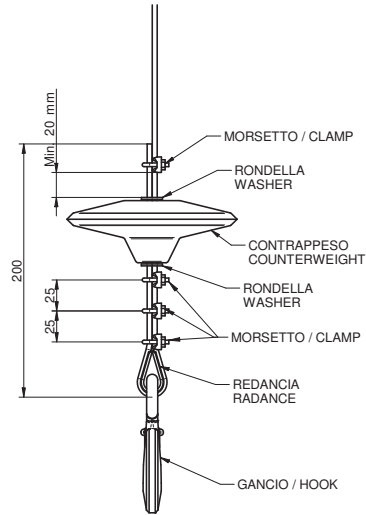

Fig. 4.7
6.2) Fig.4.7 Avec trois pinces de pontage en bas du contrepoids monté comme sur la Fig.4.8 (correcte) de l'image ci-dessous et une pince de pontage en haut.